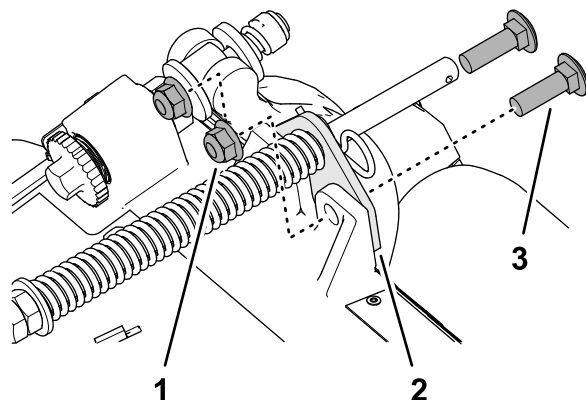

図 13
2. ターフ補正器用ブラケットをカッティングユニットのフレームに固定しているフランジロックナット $\frac{3}{8}$ "2個、キャリッジボルト $\frac{3}{8}$ x 1- $\frac{1}{4}$ "2本を外す 図 13。